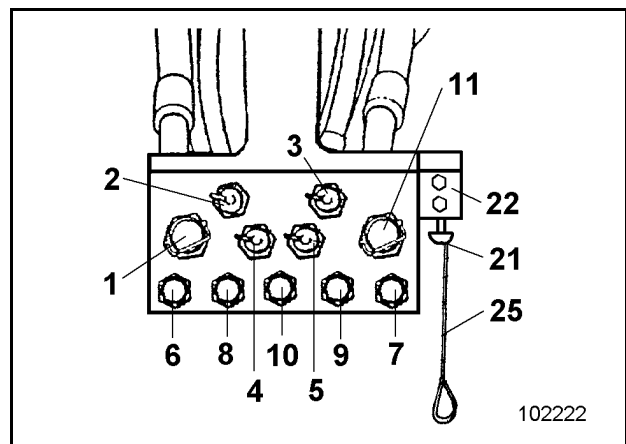

Fig. 3-16:
- Schnellverschluß (8, Fig. 3-16:) für den linken Motor
- Schnellverschluß (9) für den rechten Motor absaugen.